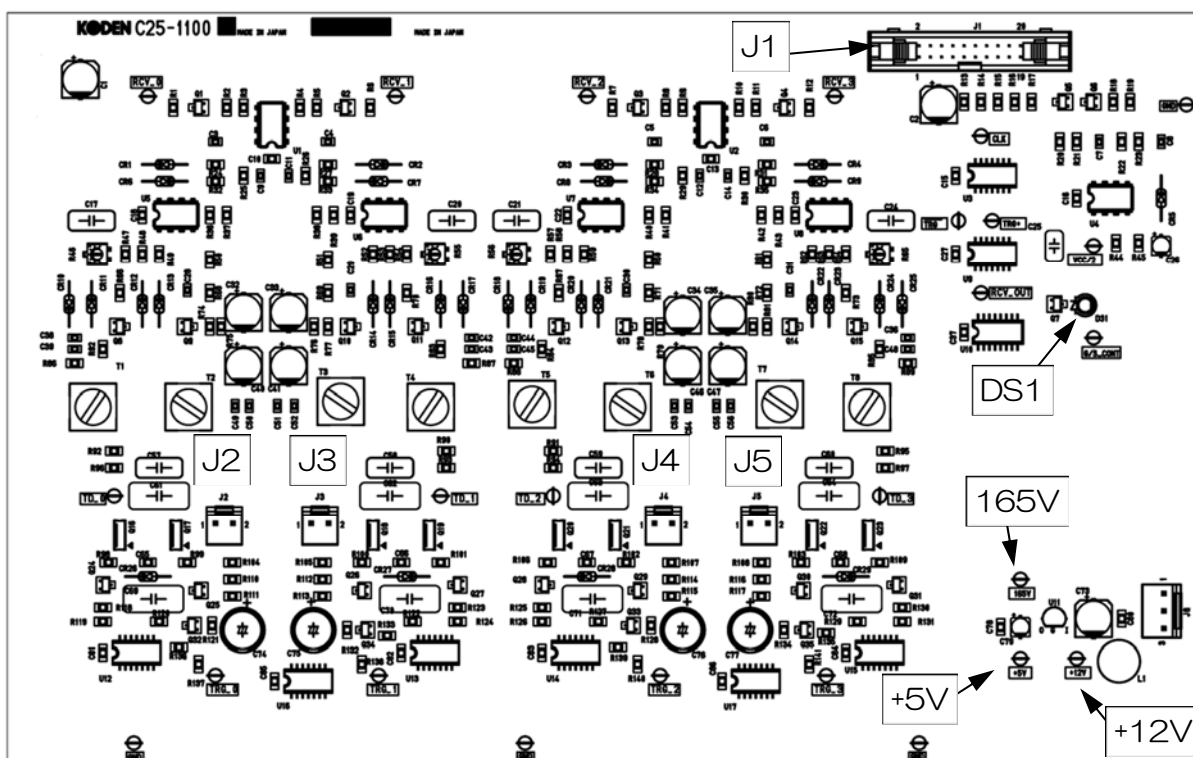

図 4.15 C25-1100 165V、+12V 端子配置説明図
1. C25-1100 160V、+12V、+5V 端子と GND (C25-1100 の止めねじ) 間の電圧をテスターで確認してください。(図 4.15 参照)